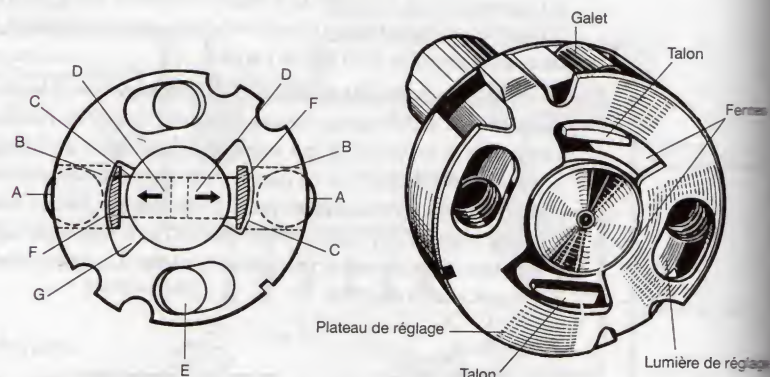
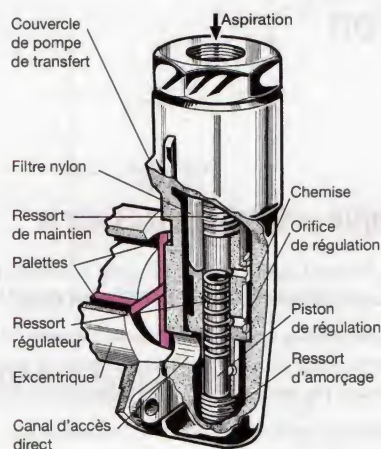

Figure 38.5. Système de réglage du débit maximal
Figure 38.7. Soupape régulatrice
Lors du refoulement, ces deux pistons sont actionnés par deux galets cylindriques (fig. 38.5) qui sont repoussés par les bossages des cames usinées à l'intérieur d'un anneau fixe à cames.
- un rotor d'entraînement (1) avec filetage à droite ou à gauche suivant le sens de rotation quelquefois équipé d'une rainure d'égalisation des pressions résiduelles pour obtenir une meilleure régularité des débits (fig. 38.5) ;
- deux palettes (3) coulissant dans les encoches du rotor assurent l'étanchéité sur la bague extérieure ;
- une bague extérieure excentrée (2), fixée dans la tête hydraulique dont le sens de montage est lié au sens de rotation de la pompe ;
- une soupape de régulation de pression (fig. 38.7 et 38.8) qui remplit deux fonctions :
La course des pistons du rotor étant déterminée par la quantité de combustible admise dans la chambre, il est possible d'obtenir un réglage de débit maximal limitant, vers l'extérieur, la course des patins porte-galets (fig. 38.5 et 38.6).
Le moteur à l'arrêt, le gazole ne peut passer d'une manière normale par la pompe de transfert (fig. 38.7). Le carburant arrivant à une pression très faible, il pénètre dans le carter de la soupape régulatrice suivant les flèches, repousse vers le bas le piston de régulation qui comprime le « ressort d'amorçage » et démasque le canal d'accès direct vers la tête hydraulique (fig. 38.9a).
Dès que l'amorçage est terminé, le *ressort d'amorçage* repousse le piston de régulation dans la *chemise* (fig. 38.7 et 38.9).